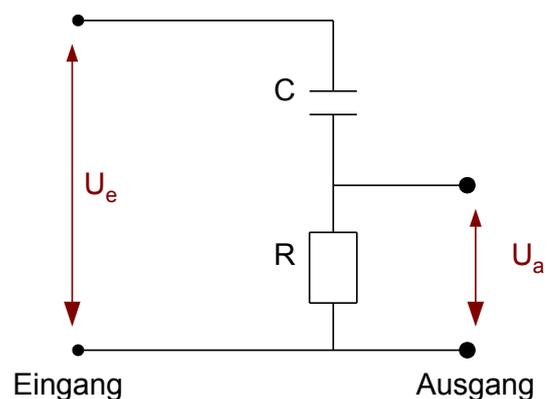

Abbildung 3: CR-Glied in der Schaltungsform eines Hochpassfilter erster Ordnung
Der Vorteil einer Sprungantwort gegenüber der Impulsantwort, aus der im Ergebnis die gleichen Daten gewonnen werden können, liegt darin, dass ein Sprung leichter zu erzeugen ist als ein extrem kurzer Impuls. Aufmerksame Leser der ersten beiden Folgen wissen bereits, dass ein digitales Filter auf derselben mathematischen Grundlage beruht wie ein analoges Filter. Da die Vorgänge in einem analogen Filter jedoch deutlich leichter vorstellbar sind, sollen diese zur Verdeutlichung heran gezogen werden. Abbildung 2 zeigt die Sprungantwort eines einfachen Hochpassfilters erster Ordnung. Betrachtet man dazu die Schaltung, so wäre diese im einfachsten Fall als sogenanntes CR-Glied, also aus einem Kondensator (C) und einem Widerstand (R) bestehend, aufgebaut. Ein solch einfacher Aufbau ist in Abbildung 3 zu sehen. Zum Erzeugen der Sprungantwort wird eine geschaltete Gleichspannung von +1 V verwendet. Da es sich um ein Hochpassfilter handelt und eine Gleichspannung theoretisch betrachtet eine Wechselspannung mit unendlich tiefer Frequenz